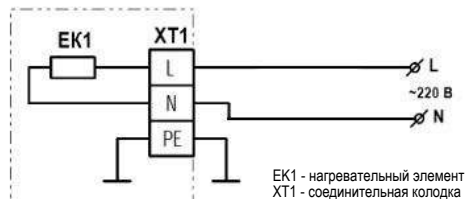
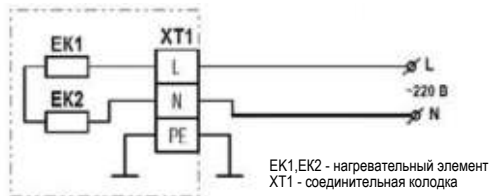
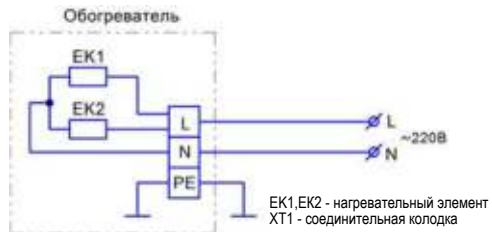

Рис. 4
Рис. 5
Рис. 6
- закрепить оголённые концы электрического кабеля в соединительной колодке обогревателя, жёстко притянув их винтами, в строгом соответствии с с рис.4, или рис.5, рис.6, или рис.7.